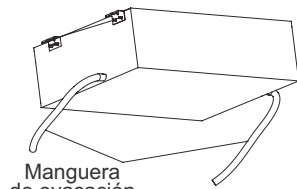
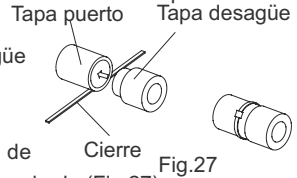

Fig.25
Fig.27
- (5). Use una manguera de desgüe adecuada y vea la Tabla 3 para comprobar sus dimensiones.
- (6). En los lados derecho e izquierdo hay un puerto de desgüe. Este debe cumplir con las regulaciones locales (Fig.25).
- (7). Cuando la unidad se envíe de fábrica, el puerto de desgüe por defecto estará en el lado izquierdo (caja eléctrica). El puerto en el lado derecho se ha conectado.
- (8). Cuando use el puerto de desgüe en la parte derecha de la unidad, vuelva a instalar la tapa de desgüe en el lado izquierdo (Fig.27).